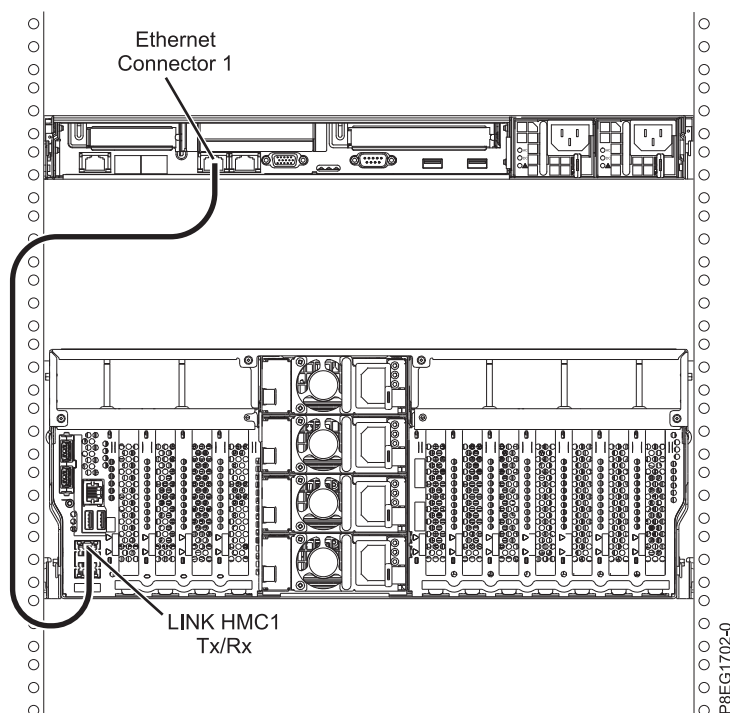

Figura 12. Conectando o HMC para o sistema gerenciado
1. Se você deseja conectar diretamente o seu HMC ao sistema gerenciado, conecte o **Conector Ethernet 1** no HMC à porta **HMC1** no sistema gerenciado. Consulte Figura 12.